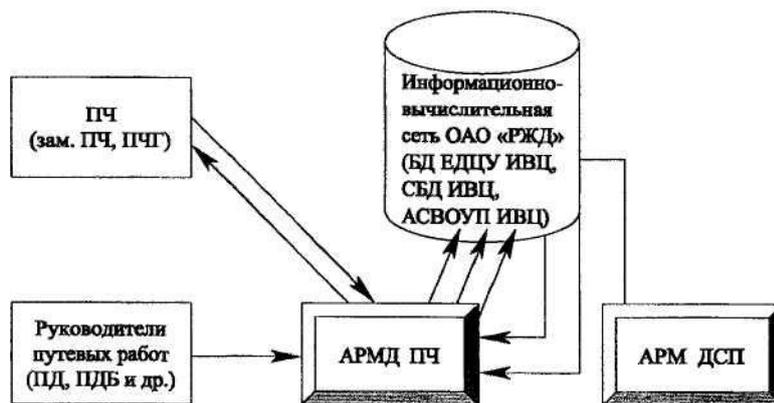

Рисунок 1 - Схема взаимодействия диспетчера ПЧ с другими участниками информационного процесса
Задание: вычертить схему взаимодействия диспетчера ПЧ с другими участниками информационного процесса (рисунок 1).
3. Вычертить схему взаимодействия диспетчера ПЧ с другими участниками информационного процесса и отобразить на ней задачи, решаемые с помощью АРМД ПЧ (рисунок 1).